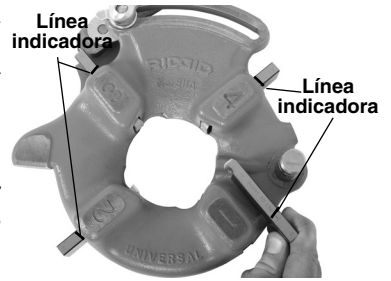

Figura 3 – Insección de terrajas
4. Levante la lengüeta de la arandela para extraerla de la ranura en la barra dimensional. Desplace la arandela hacia el final de la ranura (Figura 3).
con el borde que lleva el número orientado hacia arriba, hasta que la línea indicadora esté al ras con el borde del cabezal (vea la Figura 3). Los números en las terrajas deben coincidir con los números en las ranuras del cabezal. Siempre cambie el conjunto completo de terrajas. No mezcle terrajas de distintos conjuntos.